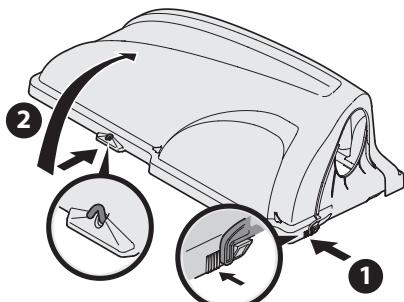

Figura 14
8. Abra la cubierta oprimiendo hacia adentro la lengüeta posterior derecha con la mano derecha (1), como se ve en la Figura 14, y levantando la cubierta con la mano izquierda en el centro de la parte posterior de la cubierta del embolsador (2).